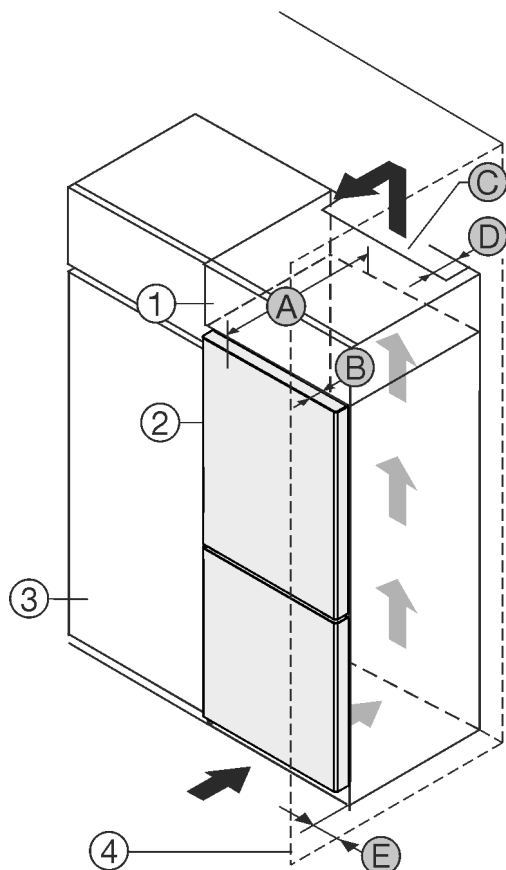

Fig. 1
- (1) Aufsatzschrank*
- (2) Gerät*
- (3) Küchenschrank*
- (4) Wand*
- (A) Gerätetiefe*
- (B) Türtiefe*
- (C) Belüftungsquerschnitt*
- (D) Abstand Geräterückseite*
- (E) Abstand zur Geräteseite*
Sie können das Gerät direkt neben dem Küchenschrank Fig. 1 (3) aufstellen.*
An der Rückseite des Aufsatzschrankes muss ein Abluftschacht mit der Tiefe Fig. 1 (D) über die gesamte Aufsatzschrankbreite vorhanden sein.*
Unter der Raumdecke muss der Entlüftungsquerschnitt Fig. 1 (C) eingehalten werden.*
Wenn Sie das Gerät mit den Scharnieren neben einer Wand Fig. 1 (4) aufstellen, dann muss der Abstand zwischen Gerät und Wand mindestens 13 mm betragen.*
Wenn Sie das Gerät mit den Scharnieren neben einer Wand Fig. 1 (4) aufstellen, dann muss der Abstand zwischen Gerät und Wand mindestens 20 mm betragen.*
Damit Sie die Tür vollständig öffnen können, muss das Gerät um die Türtiefe Fig. 1 (B) gegenüber der Küchenschrankfront vorstehen. Abhängig von der Tiefe der Küchenschränke Fig. 1 (3) und Verwendung von Wandabstandshaltern kann das Gerät weiter herausragen.*